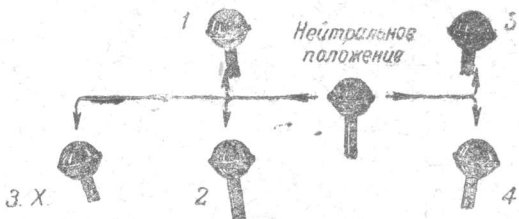

Рис. 9. Схема положений рычага переключения коробки перемены передач
1. Установи рычаг переключения коробки перемены передач в нейтральное положение (рис. 9) и затормози машину ручным тормозом.